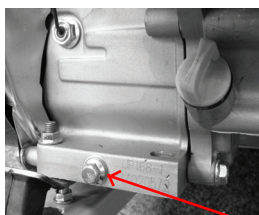

Рис. 19
3. Выкрутите сливной болт (Рис. 19, 20)
6. Закрутите на место сливной болт с прокладкой (Рис. 19)